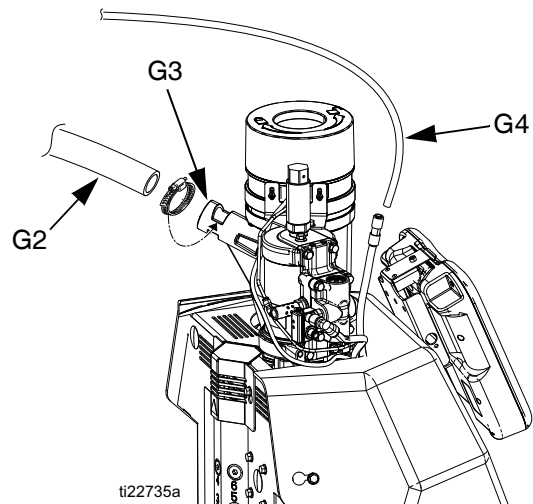

FIG. 8
4. Inserire un tubo flessibile per trasferimento a vuoto trasparente con DE 33 mm (1,3 in.) (G2) nell'ingresso dell'imbuto per trasferimento a vuoto (G3) e fissare con il morsetto del tubo flessibile fornito. Il morsetto del flessibile dovrà essere posizionato sui tagli dell'ingresso dell'imbuto dove può tenere fermamente il flessibile per trasferimento. Vedere FIG. 8.
5. Collegare la linea dell'aria lunga con DE di 9,5 mm (3/8 in.) (G4) fornita al raccordo a pressare da 9,5 mm (3/8 in.) sulla linea dell'aria dal sistema. Vedere FIG. 8.